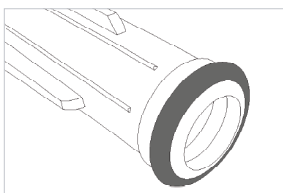

Abbildung 15
- Führen Sie eine optische Überprüfung des O-Rings auf dem verschiebbaren Lufttrichter auf Brüche oder Beschädigungen durch. Führen Sie den Lufttrichter und die Feder (sofern vorhanden) in das Gehäuse des Phasitron® ein. **(Abb. 15, 15a)**